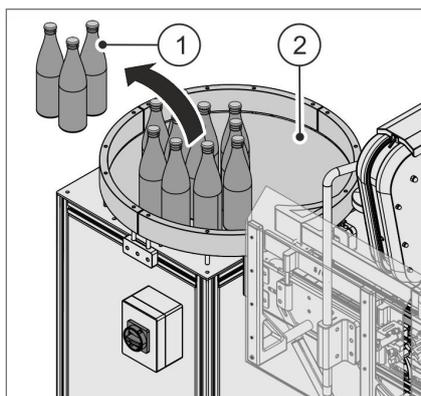

Abb. 43 Glasflaschen entnehmen
06. Glasflaschen Abb. 43 / ① manuell vom Drehteller Abb. 43 / ② des Abgabe-Rundtischs entnehmen und verpacken.